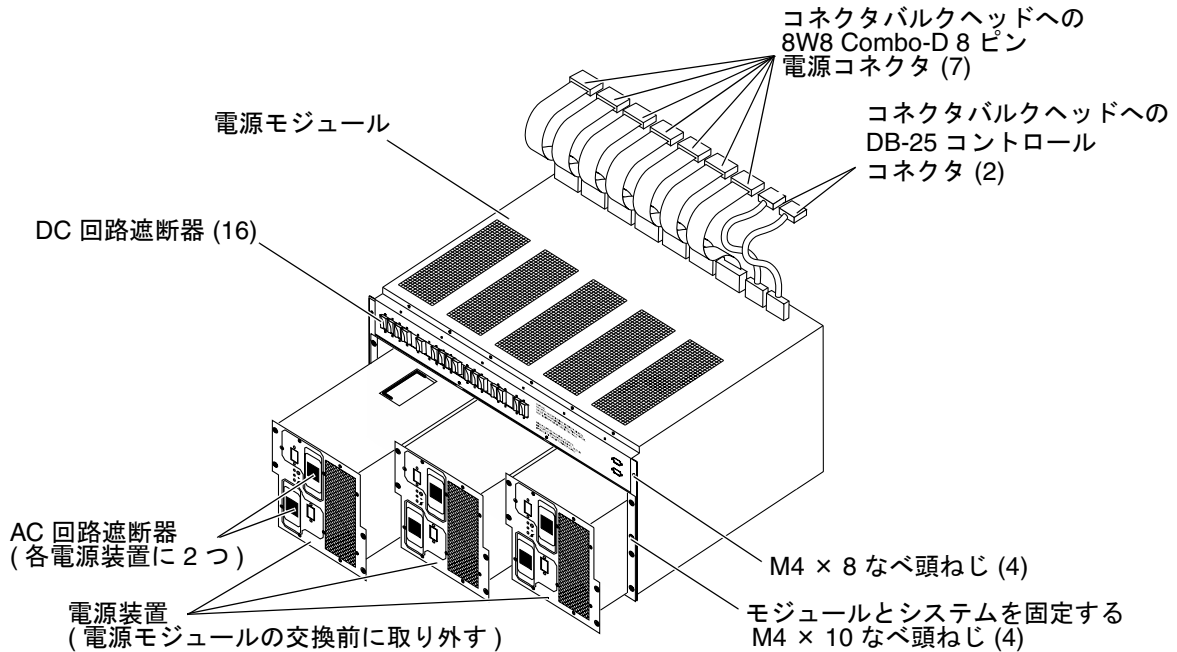

図 3-2 電源モジュール
Sun Fire E25K/E20K システムには、2つの電源モジュールが装備されています。各電源モジュールは、3つのホットスワップ可能な電源装置を搭載しています。モジュールは、システムの正面に1つと背面に1つあります。詳細は、図 3-2 を参照してください。
8. 図 3-2 に示すように、電源モジュールの正面の縁とシステムシャーシを固定している4本の M4 × 10 なべ頭ねじを外します。
3. 図 3-2 に示すように、モジュールとシステムを固定する 4 本の M4×10 なべ頭ねじで、電源モジュールをシステムシャーシに固定します。
4. 図 3-2 に示すように、7つの 8W8 Combo-D 8 ピン DC 電源コネクタ (左側) と 2つの DB-25 コントロールコネクタ (右側) をシステムシャーシの取り付けバルクヘッドに接続し、ジャックねじを手で締めます。